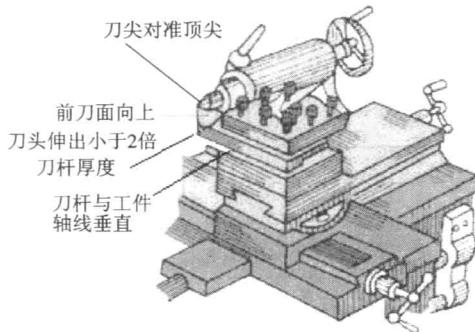

图 1-13 正确安装车刀
(1) 检查学生安装车刀是否对准工件中心, 如图 1-13 和 1-14 所示, 帮助学生解决车刀安装的问题。